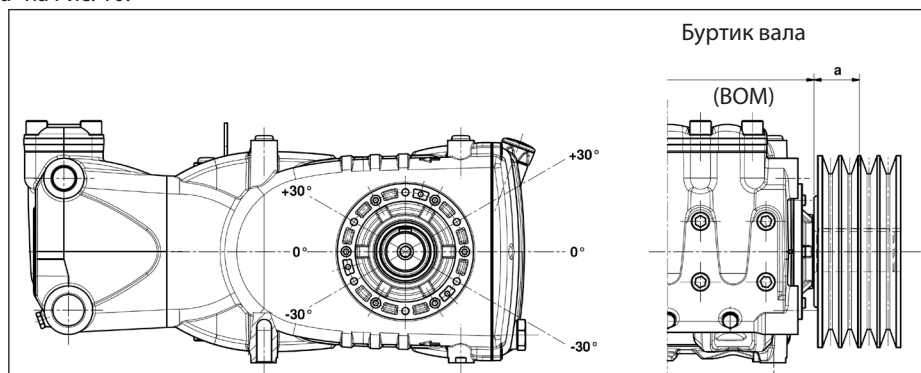

Рис. 10
Радиальная нагрузка на вал не должна превышать 7500 Н (значение, необходимое для определения компоновки). Передача считается соответствующей, если данная нагрузка прилагается на максимальном расстоянии $a=40$ мм от буртика вала (ВОМ), как указано на Рис. 10.
- б) Пользуйтесь ремнями с высоким КПД, например, **ХРВ** вместо **СПВ**, поскольку в этом случае потребуется меньшее количество ремней при одинаковой передаваемой мощности, что в свою очередь сократит расстояние между результирующей силой и буртиком вала (BOM) "а" на Рис. 10.